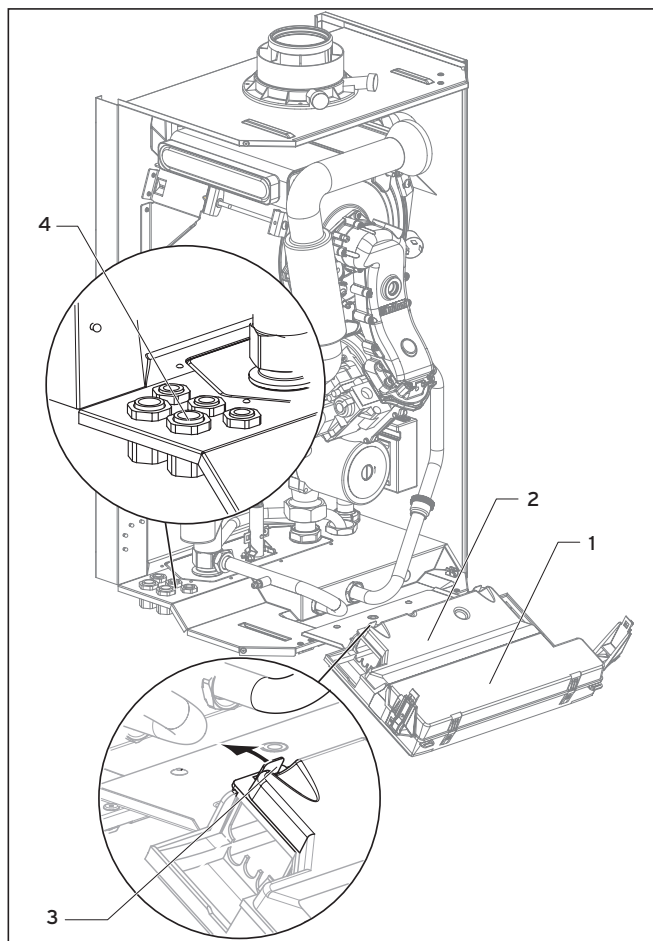
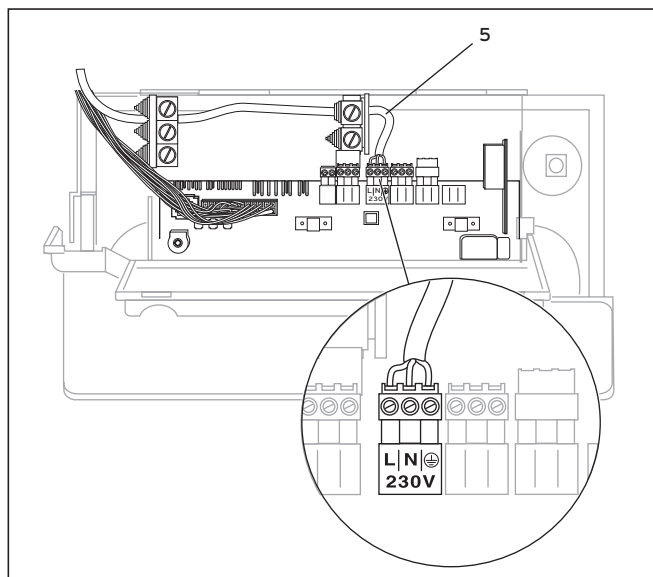

Fig. 4.13 Ouvrir la paroi arrière du coffret électrique
Fig. 4.14 Exemple d'introduction des câbles
- Retirez l'habillage de l'appareil et rabattez la boîte électronique (1) vers l'avant.
- Désenclenchez le couvercle arrière (2) de la boîte électronique aux endroits indiqués (3) et ouvrez le couvercle (voir fig. 4.13).
- Faites passer les conduites de raccordement de chacun des composants à raccorder par les guides de câbles (4), à la gauche de la face inférieure de l'appareil.
- Introduisez ensuite les conduites de raccordement (5) dans la boîte électronique et coupez les conduites à la bonne longueur (voir fig. 4.14).
- Dénudez la conduite de raccord sur 2 à 3 cm environ et isolez les brins (voir fig. 4.14).
- Désenclenchez le couvercle arrière du coffret électrique (1) aux endroits indiqués (2) et ouvrez le couvercle (voir fig. 4.14).
- Faites passer les conduites de raccordement de chacun des composants à raccorder par les vis (4), à la gauche de la face inférieure de l'appareil (voir fig. 4.14).